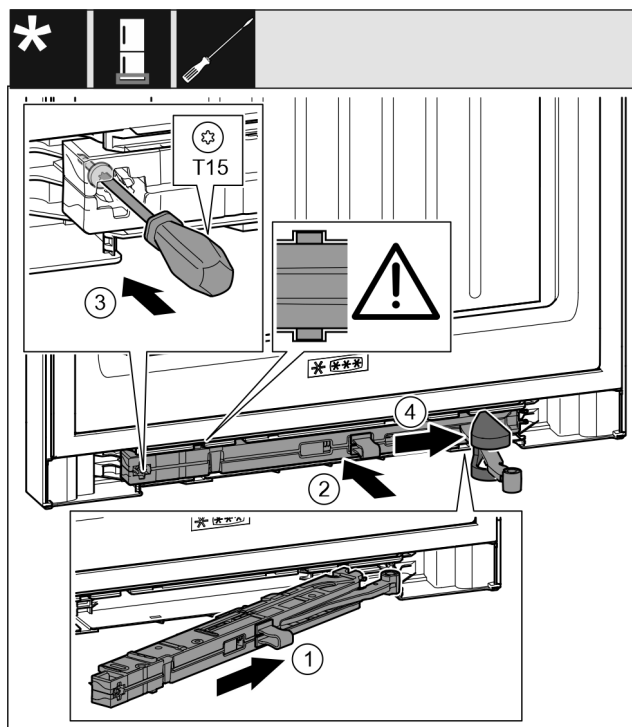

Fig. 46
- ▶ Skyv lukkedemperenheten på skrått inn i utsparingen på lagerbukksiden, til endepunktet. *Fig. 46 (1)*
- ▶ Skyv lukkedemperenheten helt inn i utsparingen. *Fig. 46 (2)*
- ▶ Skru fast skruen med en skrutrekker T15. *Fig. 46 (3)*
- ▶ Skyv dekselet over leddet. *Fig. 46 (4)*